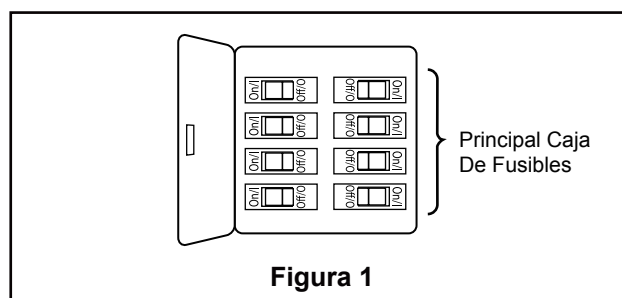

Figura 1
1. Restaure la fuente de alimentación de la toma de corriente enciendiendo la electricidad del fusible principal. (Figura 1)